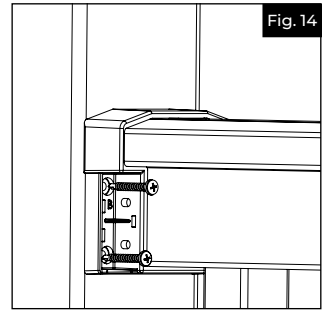

Fig. 14
- Serrer les vis jusqu'à ce que le support soit bien ajusté au poteau. On recommande l'utilisation d'une perceuse sans impact avec un réglage d'embrayage pour éviter un serrage excessif (Fig. 14).